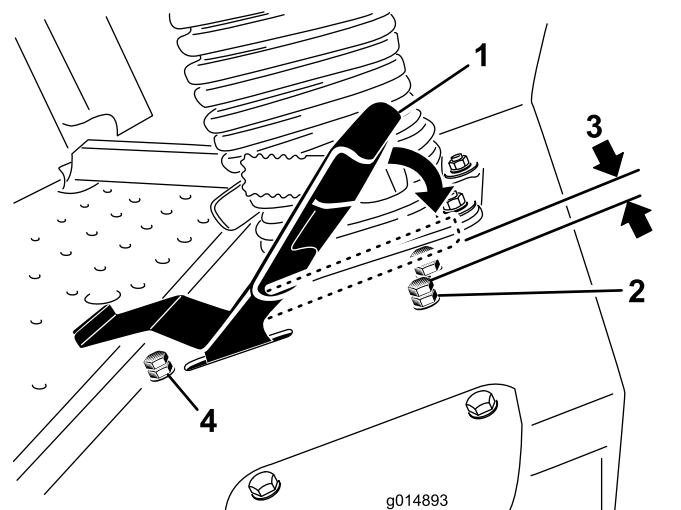

Рисунок 51
3. Отпустите контргайку на упорном болте педали тяги (Рисунок 51).